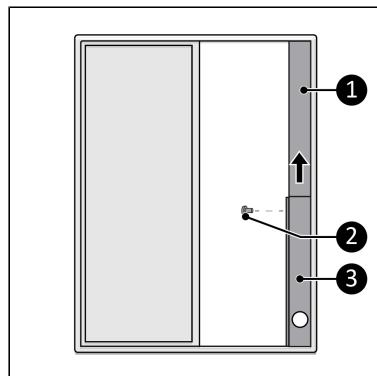

Figure 60.
3. Placez le raccordement de kit de fenêtre inclus dans l'ouverture de la fenêtre (Figure 60, pos. 3).
4. Utilisez la partie supérieure (Figure 60, pos. 1) pour ajuster la hauteur de la fenêtre. Fixez les deux parties dans les positions correctes à l'aide des chevilles accompagnant le produit (Figure 60, pos. 2).